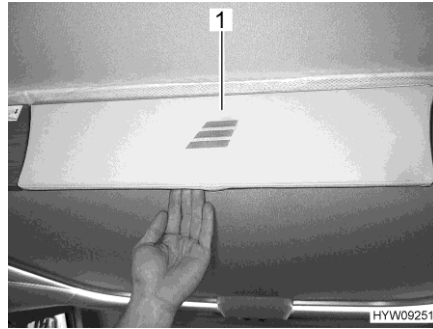

Bild 98 Blende (Hubbett)
- Blende (Bild 98,1) zum Entriegeln des Hubbetts ziehen.